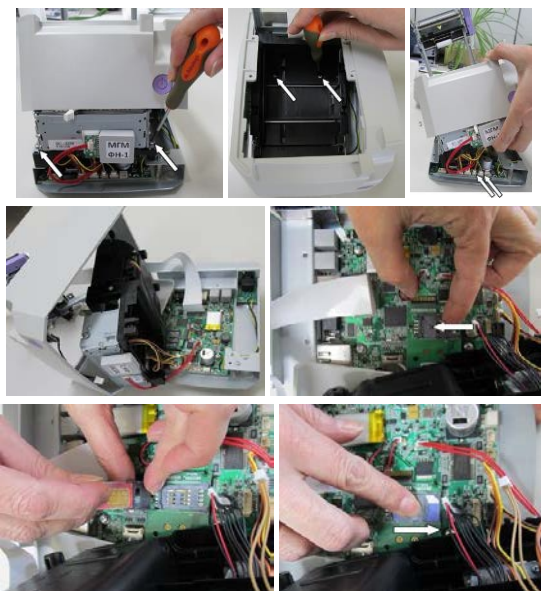

Рисунок 8 – Порядок установки SIM-карты
- открыть слот SIM-карты, вставить SIM-карту в слот и закрыть его (рисунок 8);